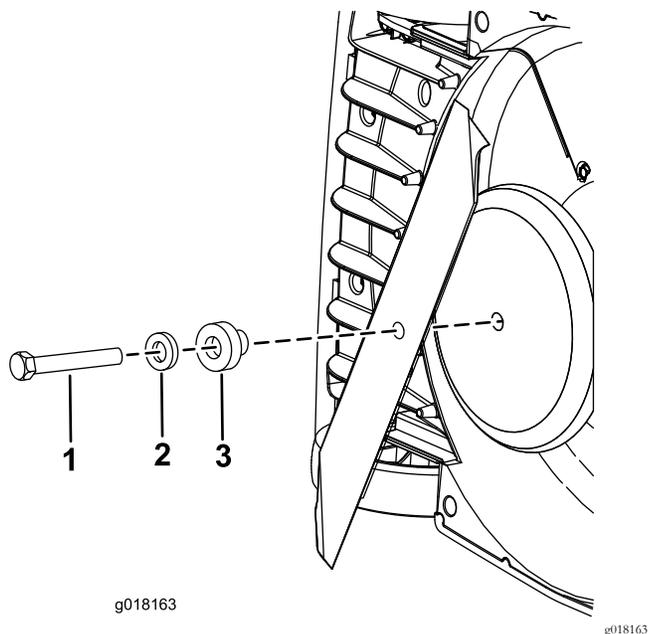

Рисунок 23
5. Отверните болт, снимите шайбу и проставку, затем снимите нож (Рисунок 23).
7. Закрепите новый нож на месте с помощью ранее снятых болта, шайбы и проставки (Рисунок 23).